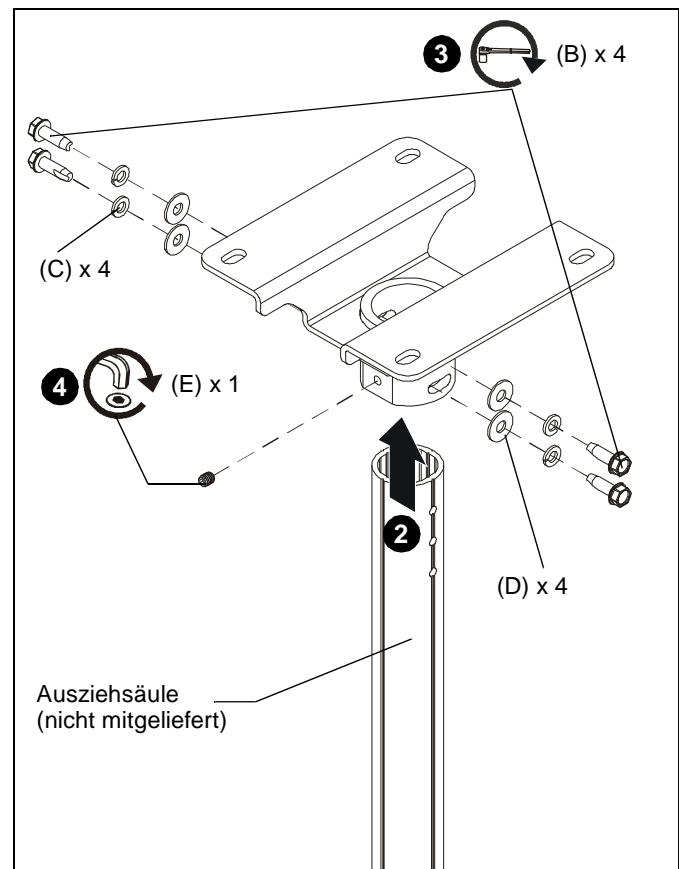

Abb. 4
3. Befestigen Sie die Ausziehsäule am CPA330, indem Sie vier selbstschneidende 5/16"-18 x 1"-Sechskantschrauben (B) mit vier 5/16"-Federscheiben (C) und vier 5/16"-Unterlegscheiben (D) durch die Bohrungen in der Ausziehsäule schrauben. (Siehe Abb. 4)
4. Schrauben Sie eine 5/16" x 1/2"-Feststellschraube (E) in die Gewindebohrung und ziehen Sie sie an, bis sie fest an der Säule sitzt.